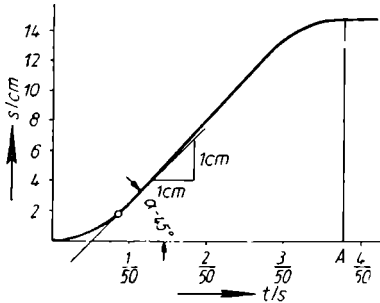

Bild 4
7. Wie kann man die Geschwindigkeit und die Beschleunigung finden, wenn der Weg als beliebige Funktion der Zeit graphisch gegeben ist? (Bild 4.)
Setzt man die Werte, die 1 cm Länge und Breite entsprechen, ein, so erhält man z. B. in dem Bild 4: